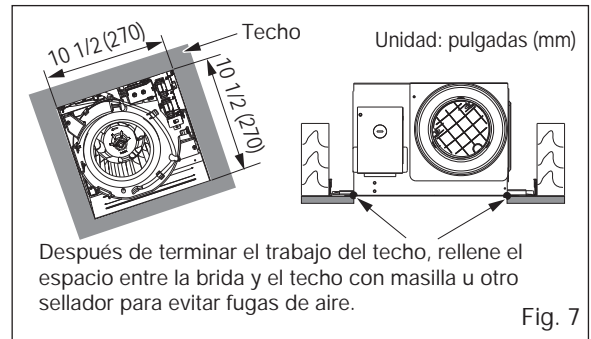

Fig. 7
9. Termine el trabajo del techo. El orificio del techo debe quedar alineado con el borde interior de la brida. (Fig. 7)